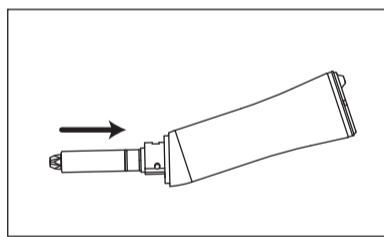

図10
- 1) ドライブシャフトをシャフトに突き当たるまで挿入します。(図10)